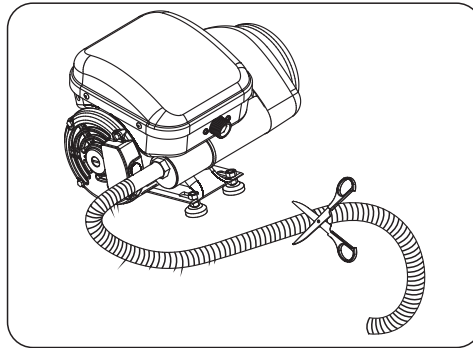

Fig. 2
- 1▶ Conecte a mangueira corrugada na saída do esgoto e aperte-a com a braçadeira (Fig. 2);
- 2▶ Corte a mangueira no local mais conveniente (Fig. 2) e instale o abafador (Fig. 3) **observando a seta indicativa de direção do fluxo** (Figs. 3 e 4). **Atenção!** A instalação incorreta do abafador (de forma invertida) causará sérios danos à bomba de vácuo;